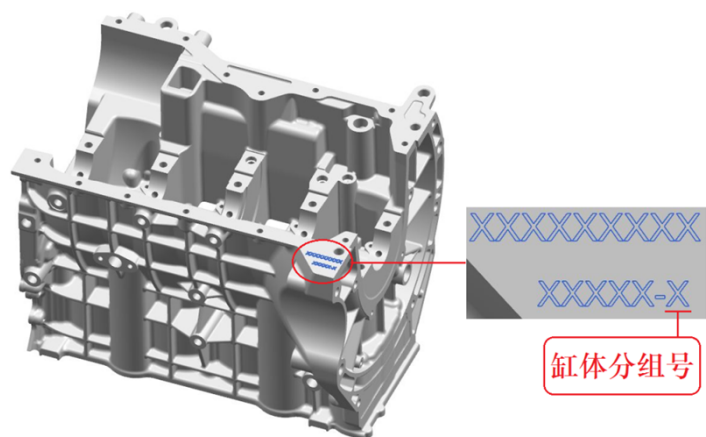

图 13.6
- 9、按下表 13.2 选配平衡轴调整垫片（平衡轴分组号如图 13.2 所示，缸体分组号如图 13.6 所示），将 4 个平衡轴调整垫片分别安装到平衡轴机构部件的 4 个空心圆柱销上（连接油道的空心圆柱销无需安装垫片），将垫片压至贴合平衡轴座。